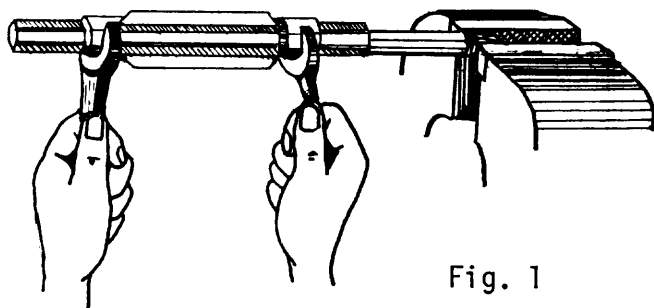

Fig. 1
- c Desplace los filos, por medio de las tuercas, para aumentar o reducir el diámetro (fig. 1).